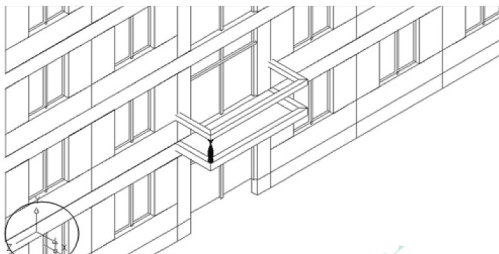

图 6.53 “花瓶”的三维视图
(5) 执行菜单栏中的【视图】|【视口】|【合并】命令。
① 在**选择主视口<当前视口>**：提示下，按 Enter 键，表示选择当前视口。
② 在**选择要合并的视口**：提示下，在另外一个视口内单击，这样又将两个视口合并为一个视口。
(6) 执行菜单栏中的【视图】|【三维视图】|【西南等轴测】命令，结果如图 6.53 所示。
(1) 注意观察图 6.53 内的坐标系，需将其调整为世界坐标系。